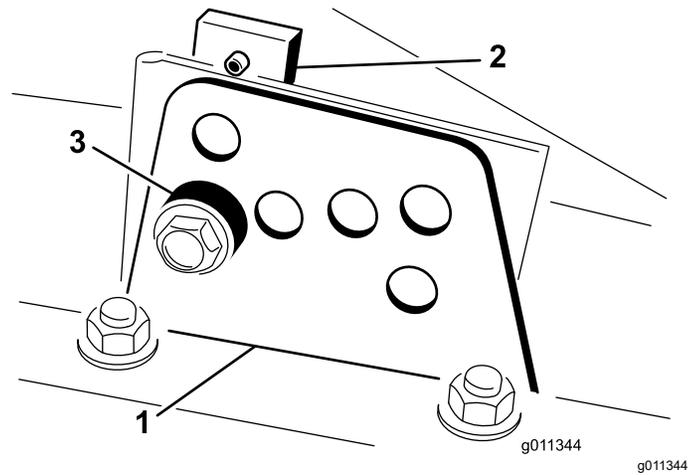

Рисунок 25
4. Удерживая камеру, снимите проставку (Рисунок 25).
2. Ослабьте болт, который крепит каждый кронштейн высоты скашивания к пластине регулировки высоты скашивания (с передней и боковых сторон), как показано на Рисунок 25.